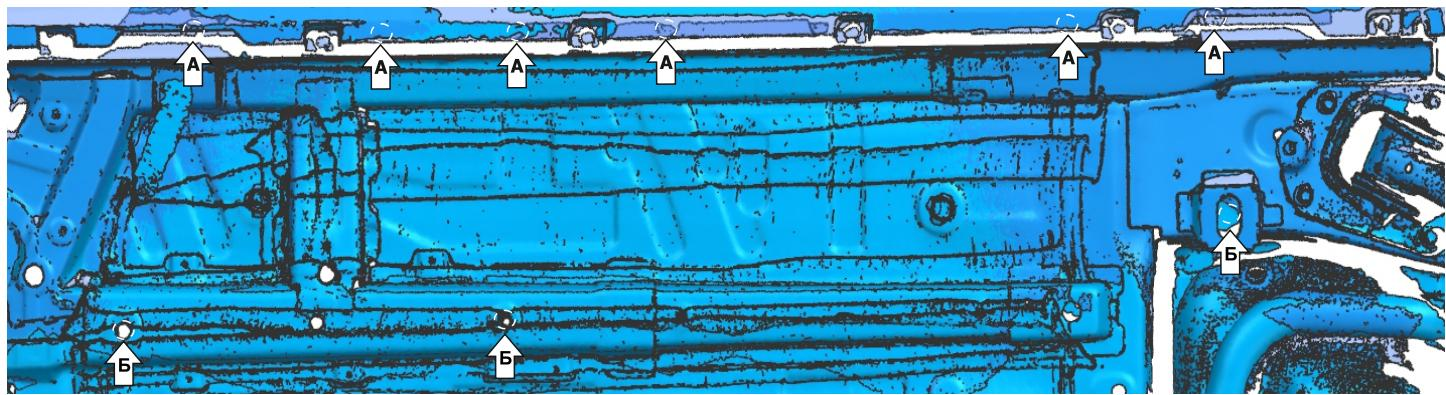

Рис. 2
- Закрепить закладные M8x54/27 «А» (закрепив их положение разогнув усики) в указанных местах и закладные M8x65/15 «Б» (закрепив их положение разогнув усики) в указанных местах по Рис. 2.